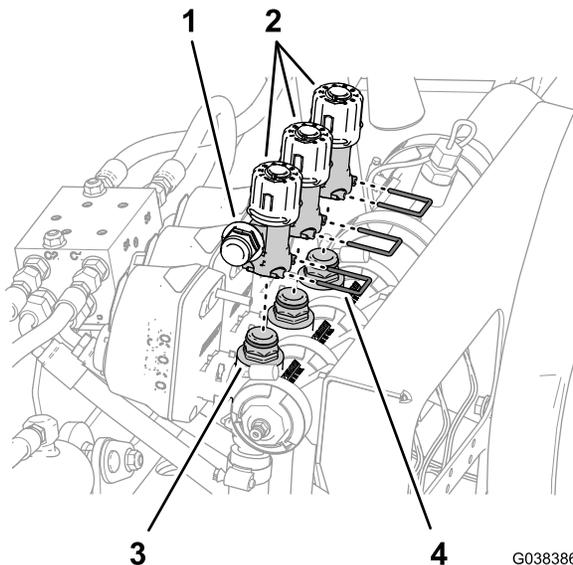

Bild 84
- 4. Heben Sie den Sicherheitsventilverteiler vom Sprühventilverteiler ab (Bild 84).
- 3. Entfernen Sie die drei Halter, mit denen der Sicherheitsventilverteiler am Sprühventilverteiler befestigt ist (Bild 84).